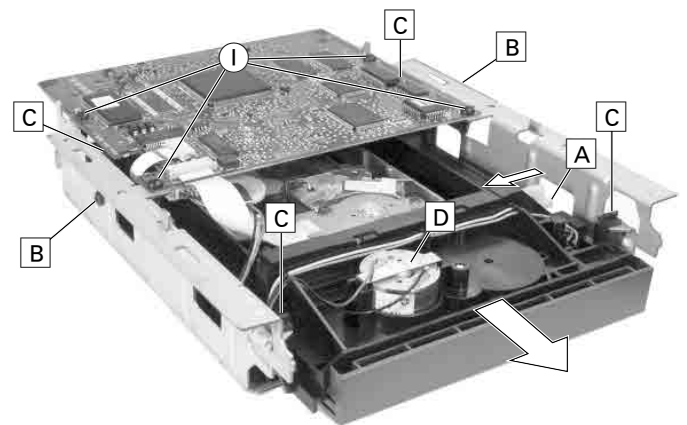

Fig. 5
- 4 Schrauben **I** (Fig. 5) herausdrehen und DVD-Monoboard abnehmen.
- 2 Schrauben **B** (Fig. 5) herausdrehen.
- 4 Gummipuffer **C** (Fig. 5) aushängen und die Laufwerksmechanik vorsichtig in Pfeilrichtung herausziehen.
- Schieber **A** (Fig. 5) bis zum Anschlag nach links schieben.
- Bügel **D** (Fig. 5) ausrasten und Lademotor herausnehmen.
- Push the slider **A** (Fig. 5) to the left until its stop.
- Undo 4 screws **I** (Fig. 5) and remove the DVD-Monoboard.
- Undo 2 screws **B** (Fig. 5).
- Unhook the 4 rubber shock-mounts **C** (Fig. 5) and pull out carefully the drive mechanism in direction of the arrow.
- Unhook the clip **D** (Fig. 5) and remove the loading motor.